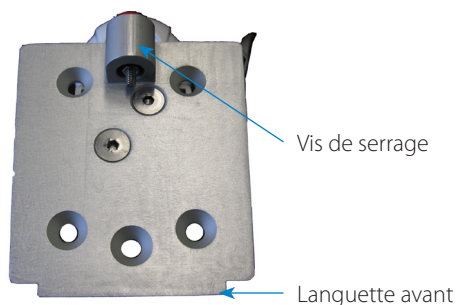

Figure 1
1. Pour fixer le moniteur au support Welch Allyn, alignez le moniteur avec la languette avant de la plaque de montage. Déplacez le moniteur latéralement jusqu'à ce que le trou sur le moniteur soit aligné avec la vis de serrage de l'adaptateur. **(Figure 1)**